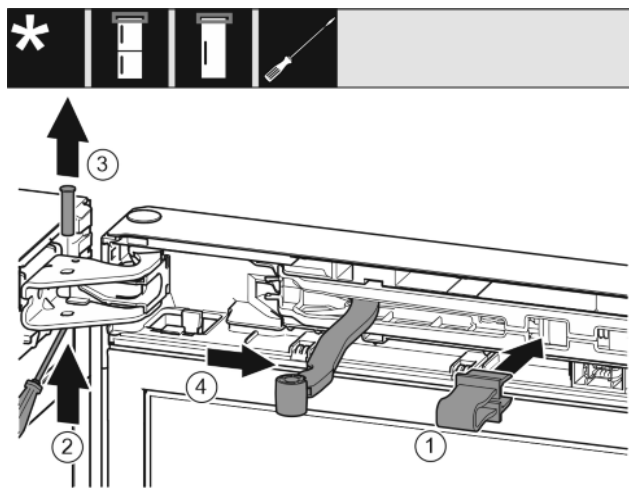

Fig. 7
► Innestare la protezione nell'apertura. Fig. 7 (1)
► Spingere verso l'esterno il perno con un cacciavite. Fig. 7 (2)
► Estrarre il perno verso l'alto. Fig. 7 (3)
► Ruotare il giunto articolato in direzione della porta. Fig. 7 (4)